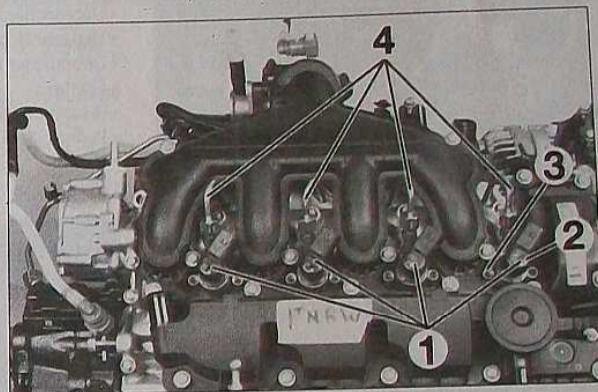

FIG.30
- les canalisations haute pression (4) (Fig.30) (mettre des bouchons sur les canalisations).
- Dévisser les brides (3) des injecteurs (1).
Les injecteurs sont appariés et le même code de calibration (2) doit être alloué aux 4 injecteurs. Le code se trouve sur le haut de l'injecteur (Fig.30).